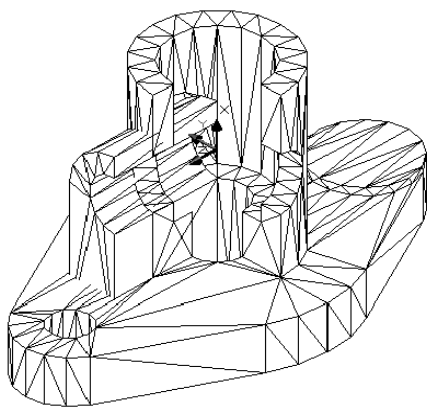

图 7-90
(30)单击【修改】下拉菜单中的【实体编辑】子菜单中的【差集】选项。将拉伸的圆柱从原实体中减去。如图 7-90 所示：